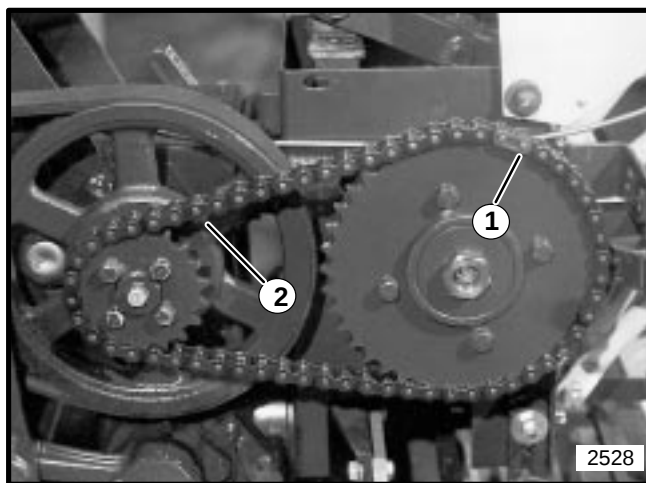

Figura 39
2. Remueva la unión principal de la cadena y remueva la cadena. Vea la Figura 39.